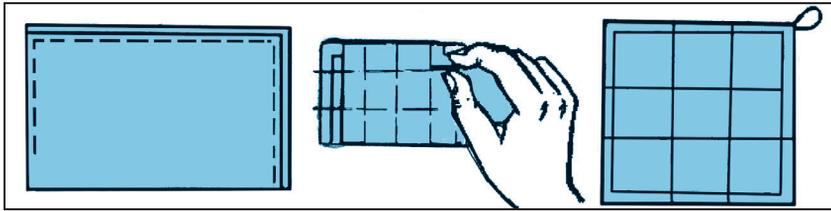

Рис.25. Изготовление прихватки.
4. Ткань пришивают руками сметочным швом поверх всех линий (рис.25).